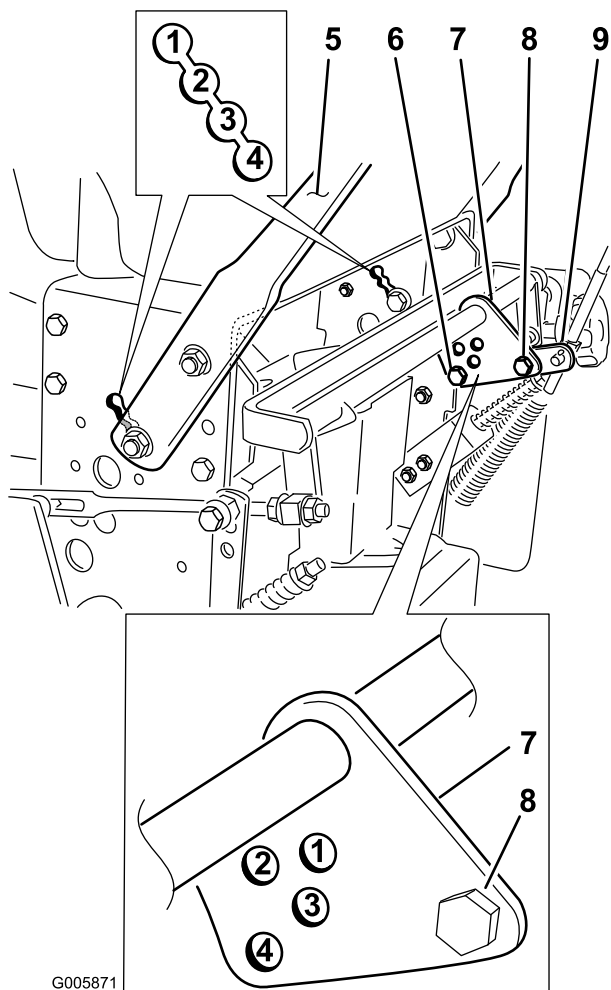

Figure 19
8. Notez le trou de montage du guidon (Figure 19).
9. Insérez le boulon avant dans le trou correspondant qui a servi à régler la hauteur du guidon (par ex. si le guidon est réglé au trou numéro 3, le boulon avant de la manivelle de commande de vitesse doit être inséré dans le trou numéro 3) (Figure 19).
10. Serrez les boulons avant et arrière qui fixent la bielle de commande de vitesse à la manivelle de commande de vitesse (Figure 19).